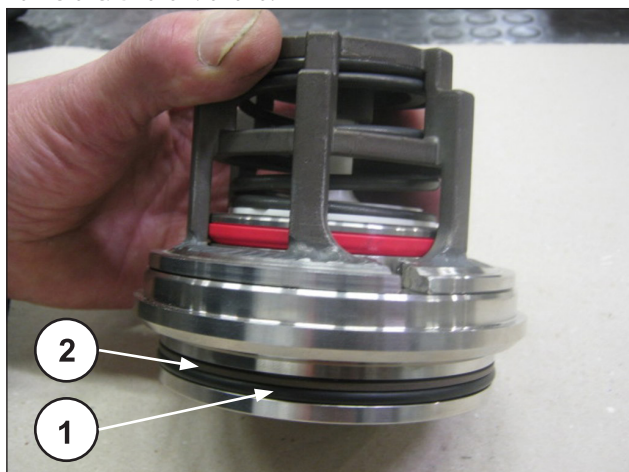

Рис. 184
Установите уплотнительное кольцо O-ring (поз. ①, Рис. 184) и предохранительное кольцо (поз. ②, Рис. 184) в гнездо нагнетательного клапана.